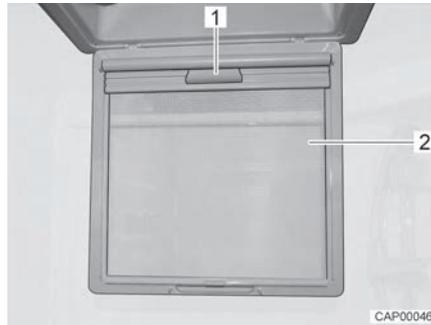

Fig. 51 Persiana oscurecedora enrollable
- Plegar hacia abajo la protección contra insectos (Fig. 51,2).
- Tirar la persiana oscurecedora enrollable hacia abajo por el tirador (Fig. 51,1) hasta que engatille del lado opuesto.
- Desenganchar la persiana oscurecedora enrollable por el tirador (Fig. 51,1) y regresar la misma lentamente a su posición inicial.
- Plegar hacia arriba la protección contra insectos (Fig. 51,2) hasta que engatille.